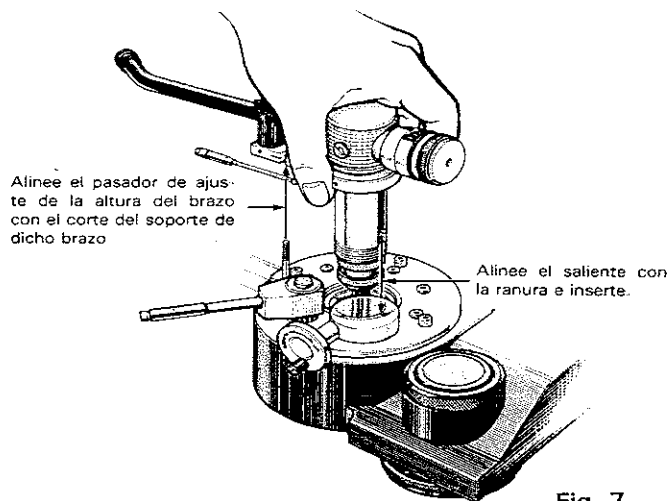

Fig. 7
2. Alinee el pasador de ajuste de la altura del brazo fonocaptor con el corte del soporte del brazo e inserte cuidadosamente el brazo fonocaptor en la base del mismo (Fig. 7).